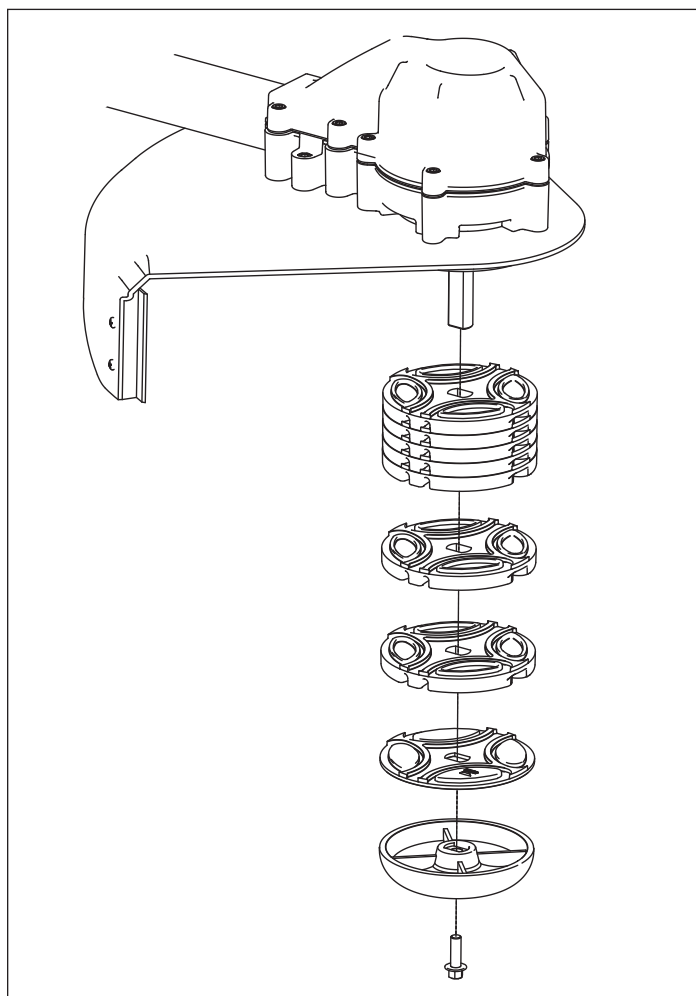

Figura 5
6. Para retirar el hilo, jale por el nudo hasta que se retire el hilo de corte. Si el hilo se atasca, se pueden usar alicates para agarrar el nudo y sacar el hilo, o desmontar los discos del cabezal de corte, como se muestra en la **FIGURA 5** para permitir la liberación del hilo de corte.